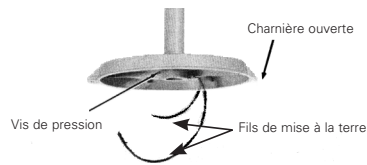

FIGURE 1
2. Montage suspendu, conique et sur poteau : visser fermement sur le conduit NPT de taille appropriée. Serrer la vis de pression située dans le manchon de conduit. Voir la figure 1.